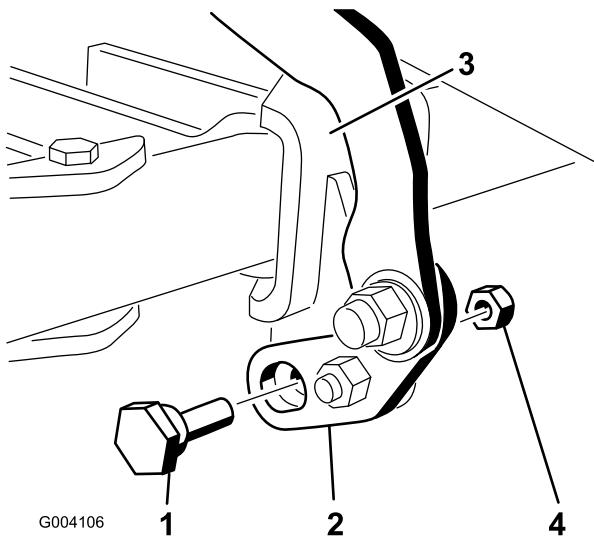
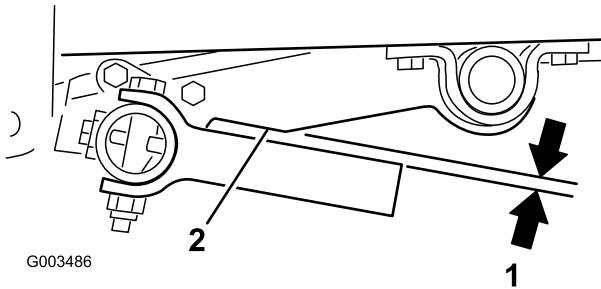

Рисунок 17
Рисунок 21
- Измерьте расстояние между рамой тягового блока и шарнирной трубой, как показано на рис. 17.
- Поворачивайте эксцентриковый болт в любом направлении, пока зубья навесного бруса не станут параллельны прорези в рычаге подъема (Рисунок 17 и Рисунок 21).